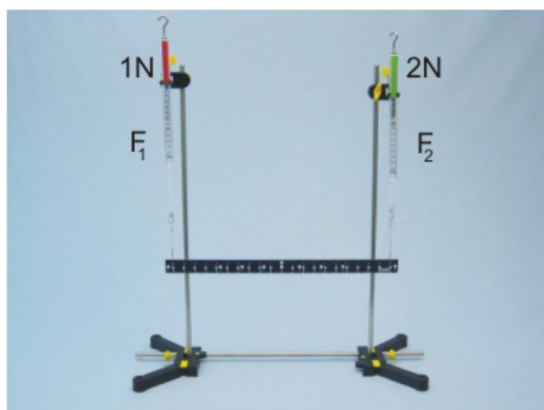

Fig. 10
- Leggi entrambi i dinamometri quando i capi di entrambi i lati sono sulla tacca 10. Registra le forze F_1 e F_2 in Tabella 1 nella pagina dei Risultati. In Fig. 10 viene mostrato come chiamare le forze.